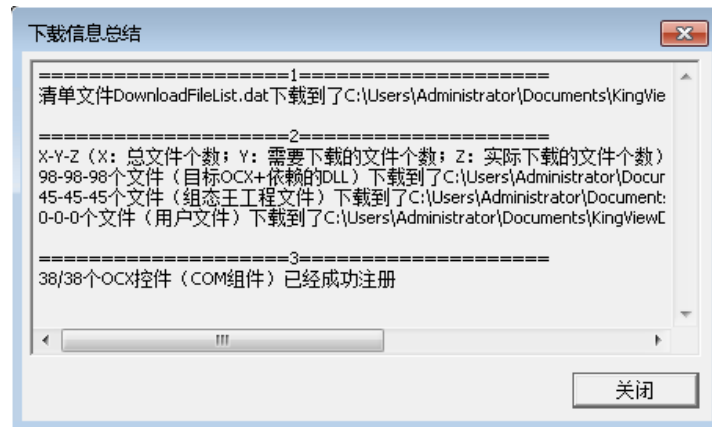

图 12-27 下载信息总结
5、下载完成后，显示如图 12-27 所示对话框，点关闭按钮，关闭此对话框。